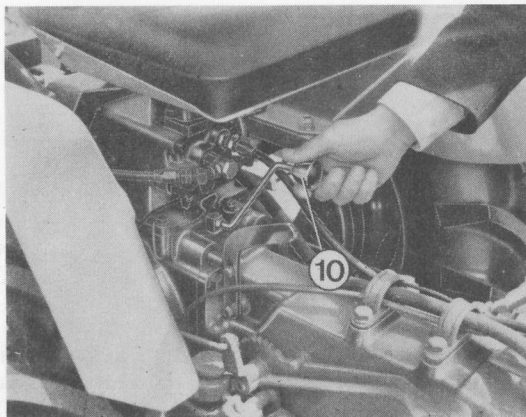

Fig. 11 - Commande du relevage
La commande du relevage s'effectue au moyen du levier (10) qui agit sur le distributeur (Fig. 11).
Prendre auparavant la précaution d'abaisser le levier (10), Fig. 11, qui commande le distributeur.